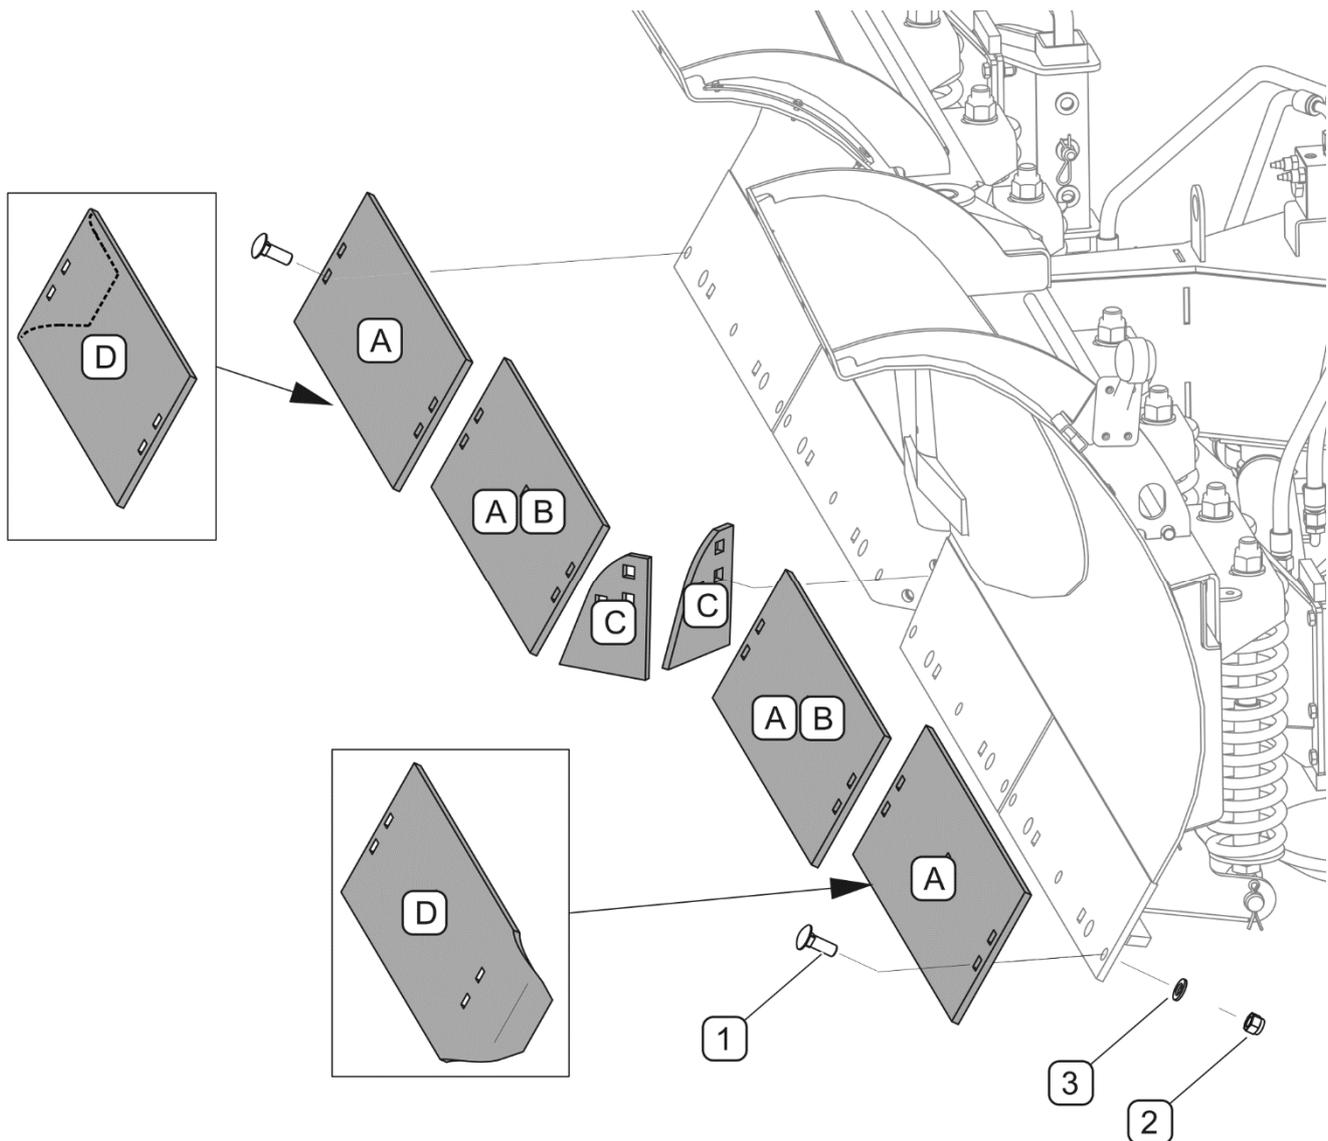

ABBILDUNG 5.1 Auswechseln von Stahl-Räumleisten
Stahl-Räumleisten (ABBILDUNG 5.1) sind aus Segmenten zusammengesetzt. Um ein Segment der Räumleiste auszuwechseln müssen die entsprechenden Muttern (4) abgeschraubt, die Befestigungsschrauben (3) herausgenommen werden. Beschädigte Räumleisten müssen ausgewechselt werden. Es besteht die Möglichkeit, einseitig abgenutzte Räumleisten umzudrehen und wieder am Pflug zu befestigen. Eine Auflistung der Stahl-Räumleisten ist in (TABELLE 5.1) dargestellt.